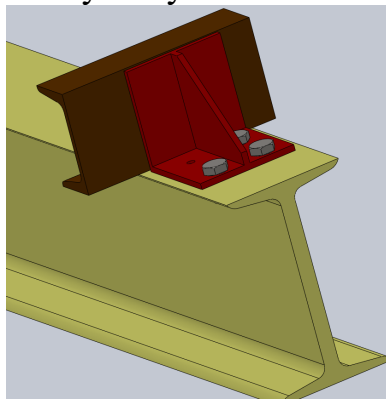

Рисунок 3 – Дефектное закрепление упора
– приложенная нагрузка равномерно распределена по передней грани упора, но один из крепежных болтов отсутствует или не зажат (рисунок 3);